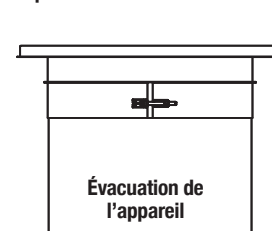

Figure 40
3. Appliquer un cordon de scellant d'environ 3 mm (1/8 po) sur le collier et l'une des brides de l'adaptateur (SWA), puis mettre ces deux surfaces en contact. S'assurer de bien remplir tous les espaces libres de scellant S-2000. Voir **Figure 39** et **Figure 40**.